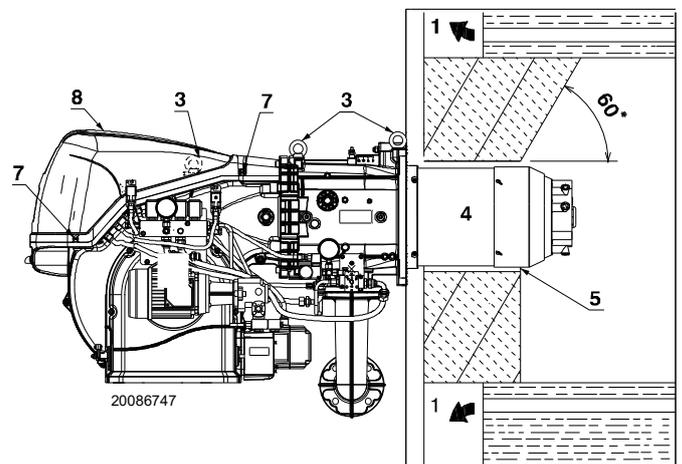

Fig. 16
Para calderas con paso de humos delantero 1)(Fig. 16) o con cámara de inversión de llama, colocar una protección de material refractario 5) entre el refractario de la caldera 2) y el tubo llama 4).
En calderas con frontal refrigerado por agua, no es necesario el revestimiento refractario 2)-5)(Fig. 16), salvo que lo indique el fabricante de la caldera.
Preparar un sistema de elevación adecuado enganchándose con los anillos 3)(Fig. 16), después de haber quitado los tornillos 7) de fijación de la tapa 8).
- Colocar la protección térmica suministrada con la instalación en el tubo llama 4)(Fig. 16).